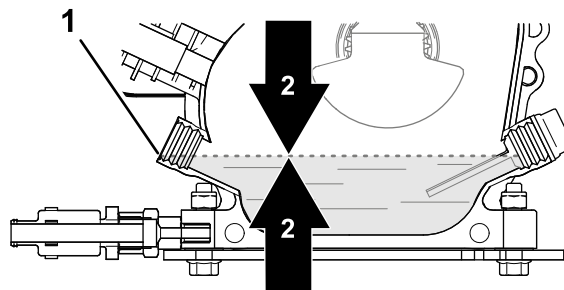

Bild 28
4. Prüfen Sie den Ölstand (Bild 28).